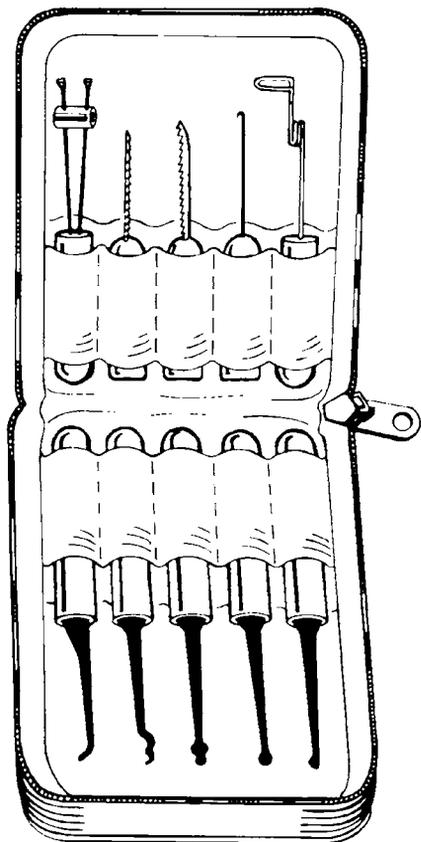

Рис. 5.17. Набор отмычек в переносном кейсе (С разрешения компании A-1 Security Manufacturing Corp.)
- Набор замочных отмычек (рис. 5.17)